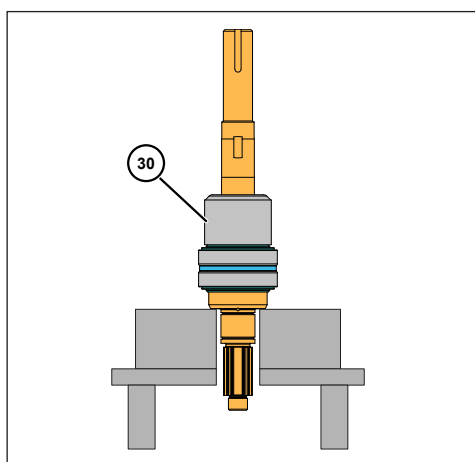

Figure 82 - Pose de l'entretoise de roulement
9. Installez l'entretoise de roulement (figure 82, élément 30).